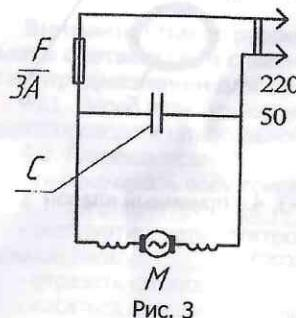

Рис. 3
Емкостный фильтр (4) служит для подавления радиопомех. Схема электрическая принципиальная приведена на рис. 3.